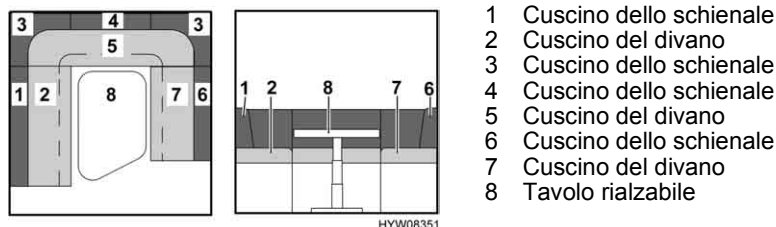
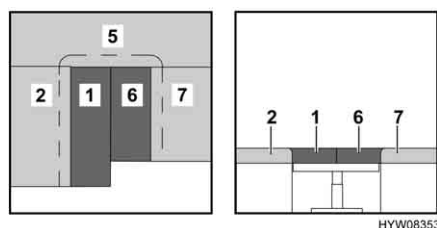

Fig. 86 Prima della trasformazione
Fig. 88 Dopo la trasformazione
- Trasformare il tavolo rialzabile (Fig. 86,8) in struttura di supporto letto (vedi paragrafo 6.8).
- Rimuovere il cuscino più lungo (Fig. 86,1) e quello più corto (Fig. 86,6) dello schienale e appoggiarli tra i cuscini del divano (Fig. 88,2 e 7) sul tavolo rialzabile. Osservare la diversa lunghezza.